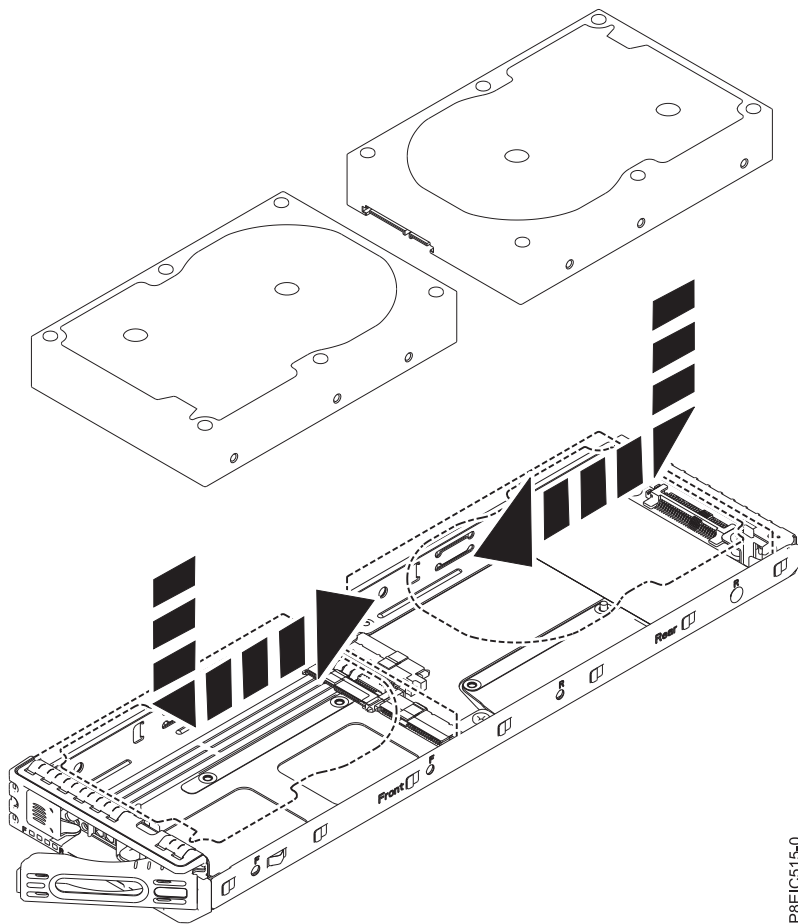

Figure 14. Installation de l'unité 3,5 pouces dans le tiroir
- a. Placez l'unité dans le tiroir, puis faites-la glisser dans le support, comme illustré dans la figure 14, à la page 16.